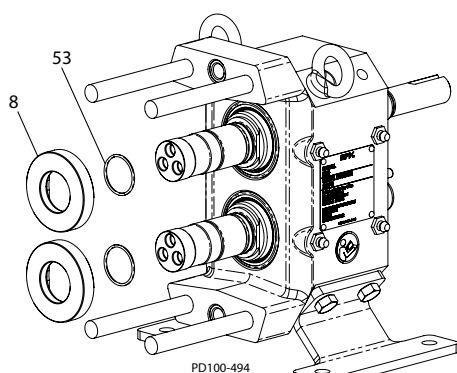

Рисунок 52 - Установка седла вала
1. Установите уплотнительные кольца седла (Рисунок 52, пункт 53) в канавку на задней стороне вала.
2. Нанесите соответствующую смазку на уплотнительные кольца и установите седла уплотнения (Рисунок 52, пункт 8). Выровняйте плоские поверхности в уплотнительных седлах с плоскими поверхностями на валах и установите их строго напротив заплечика вала.